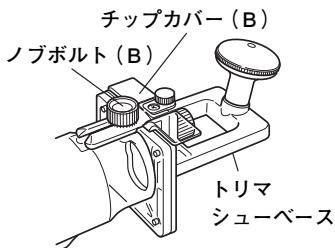

図 20
- (1) ベースとサブベースの間にチップカバー (B) をさし込みます。
- (2) トリマシューベースをノブボルト (B) によりベースに取付けます。(図 20)